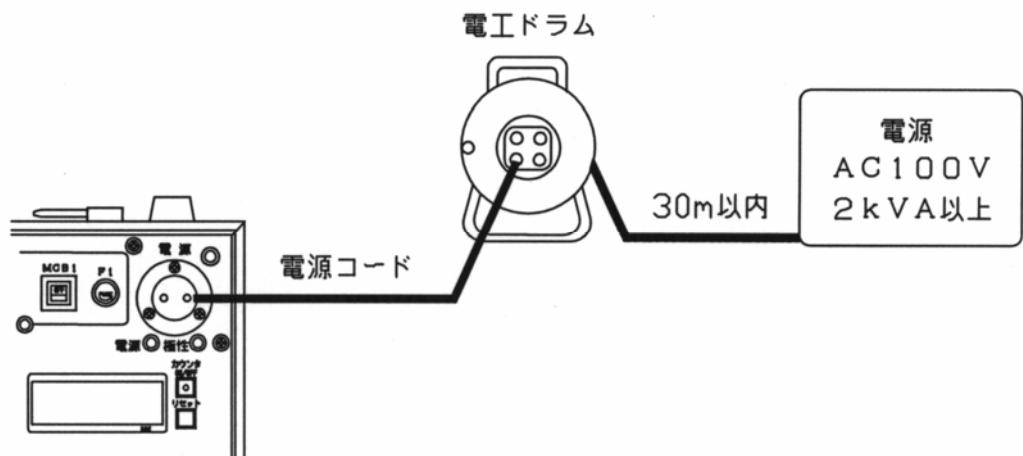

図1：電源の供給方法
2. 試験装置の電源を準備します。商用電源又は、発電機（2 kVVA以上）でコードリールは30m以内にし、ドラム内に巻き残しのないようにすべて引き出して下さい。（図1）